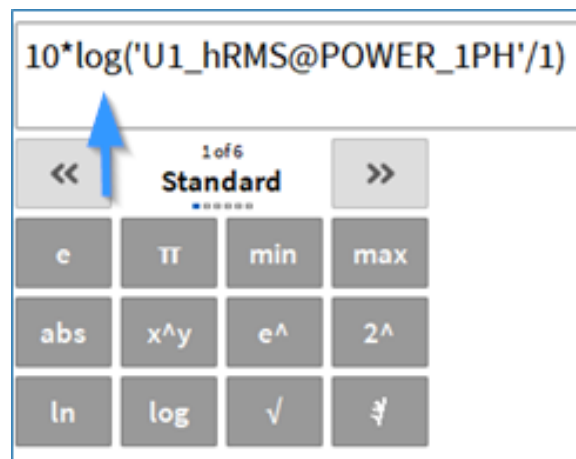

Abb. 7.70: Standardoperatoren in Kombination mit Array-Kanälen
- Standardoperatoren (siehe Abb. 7.70)